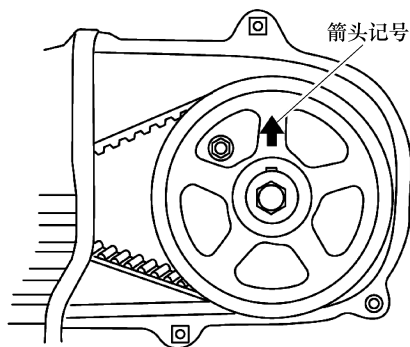

图 7-24 将 1 缸活塞置于 TDC 位置
② 断开摇臂罩(右侧)上的曲轴箱强制(正压)通风软管。
③ 拆下螺栓, 然后拆下摇臂罩(右侧)。
① 断开火花塞(左侧)上的火花塞高压线。
② 断开摇臂罩(左侧)上的曲轴箱强制(正压)通风软管。
③ 拆下螺栓, 然后拆下摇臂罩(左侧)。
9) 使用套筒扳手顺时针旋转曲轴带轮, 将一缸活塞放置于压缩行程的上止点, 如图 7-24 所示。
- 参见图 7-24, 当凸轮轴正时带轮(左侧)上的箭头记号正好到达顶部时, 一缸活塞到达压缩行程的上止点。